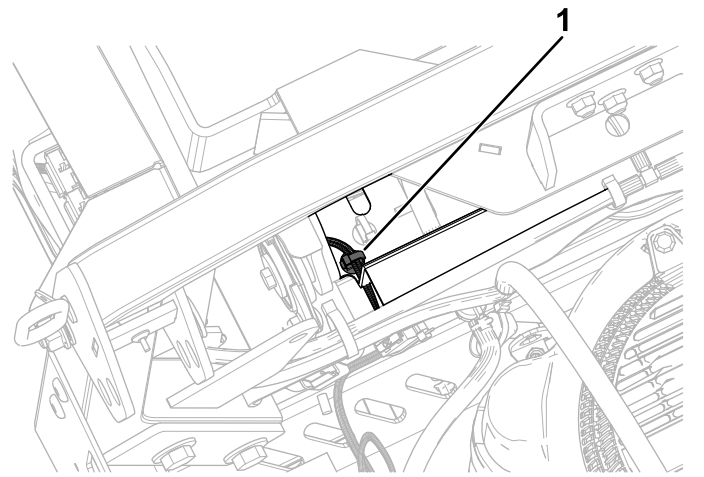

Figura 19
3. Instale la segunda grapa en el soporte trasero del depósito de combustible (Figura 19).